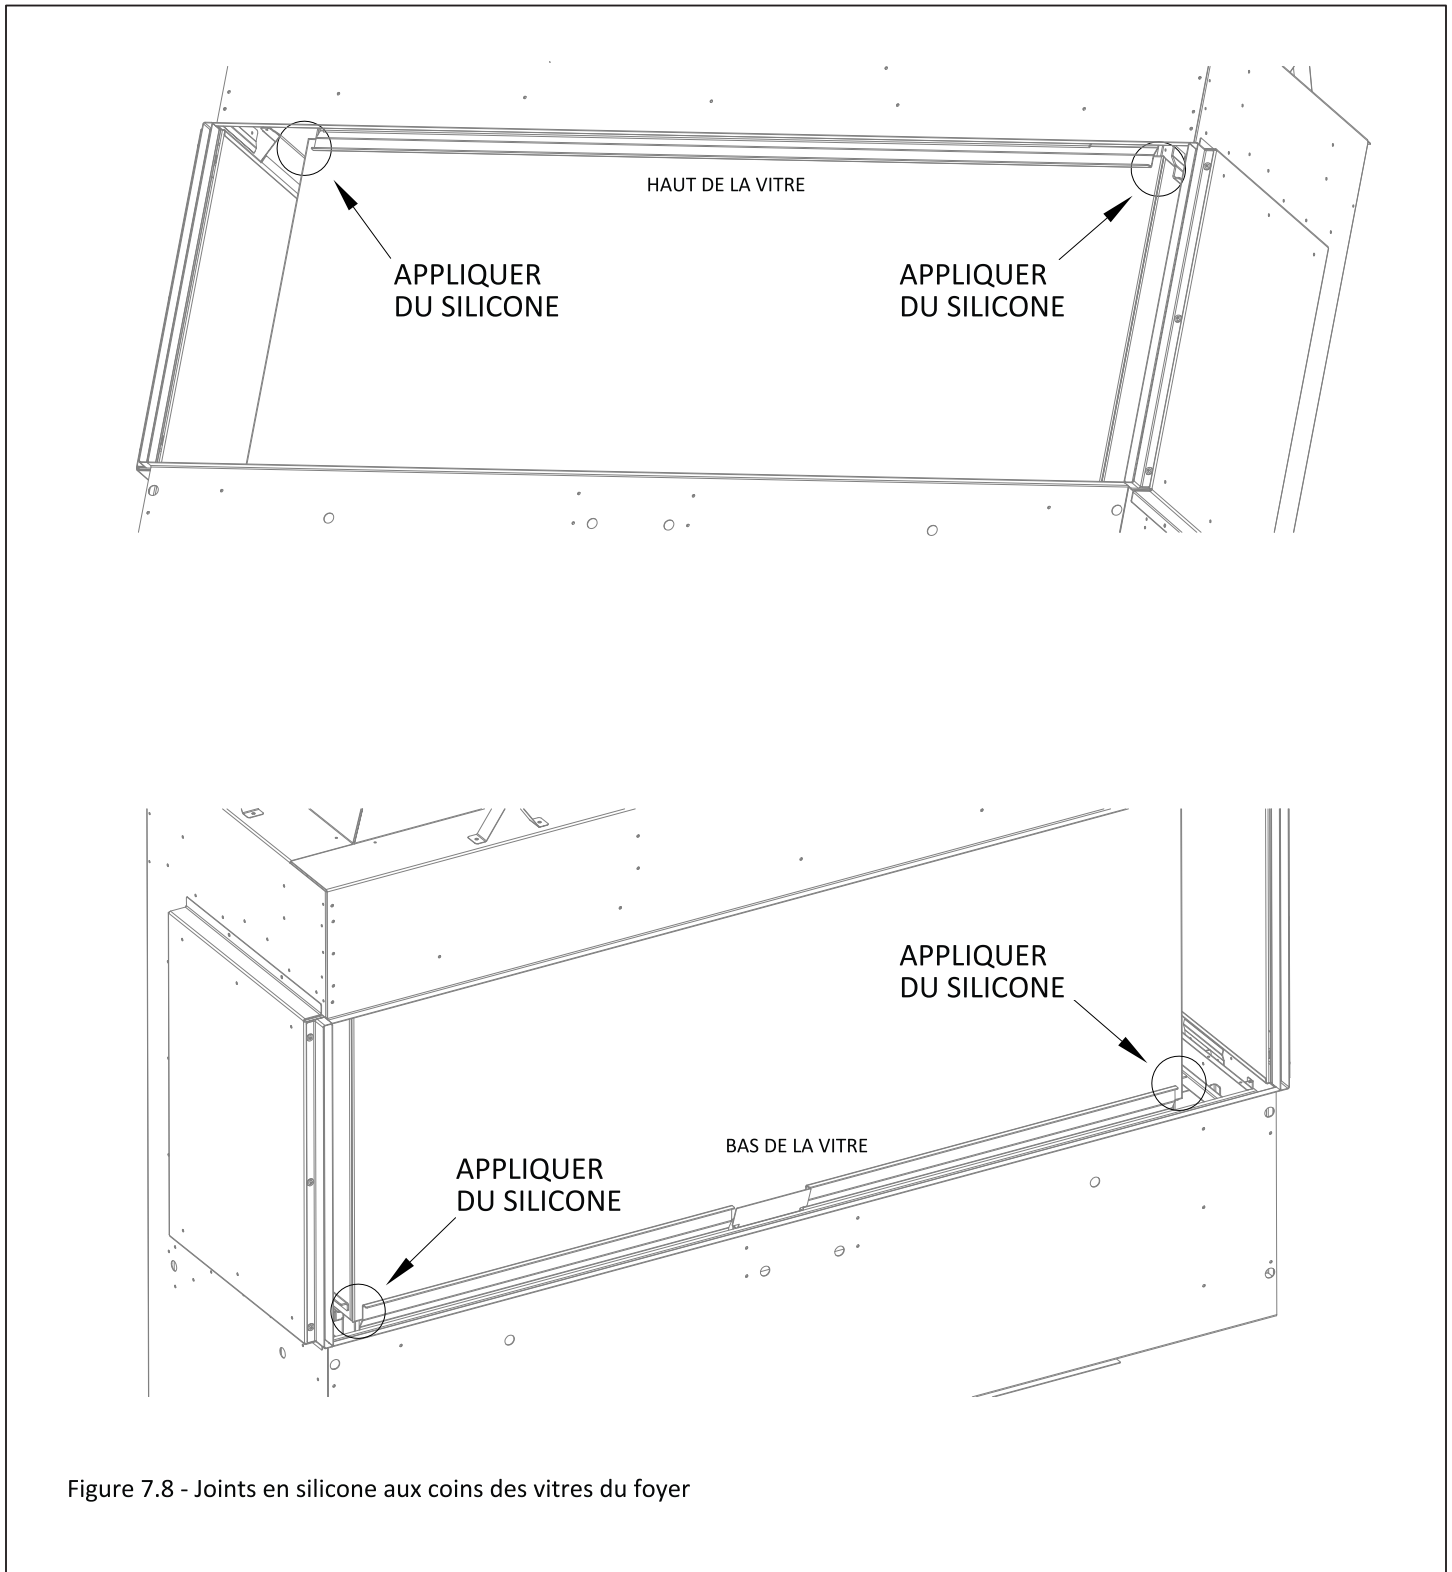

Figure 7.8 - Joints en silicone aux coins des vitres du foyer
5. Appliquez un joint de silicone haute température aux coins supérieurs et inférieurs des jonctions des vitres de façade et latérales. Voir la Figure 7.8.